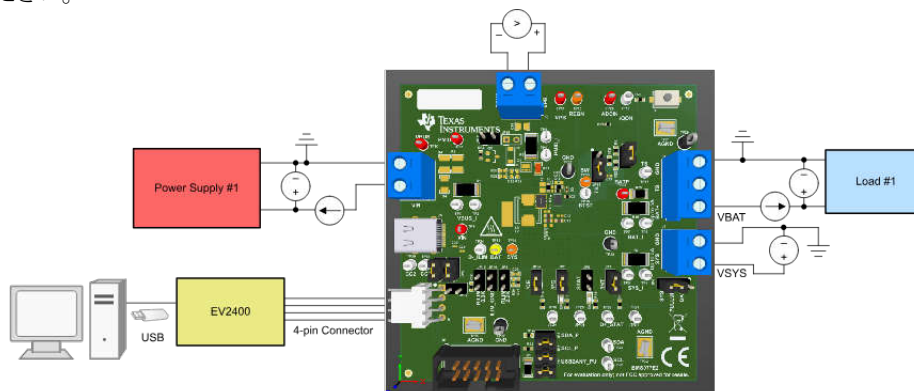

図 2-1. BQ25630 EVM のテスト設定
5. 負荷 #1 をオンにして定電圧モードに設定し、2.5V に出力します。負荷をディセーブルします。電流測定能力を持つソースメータを使用していない場合は、図 2-1 に示すように、電流メータ (マルチメータ)、接地側、負荷を J4 (BAT および PGND) に直列に接続します。
6. 図 2-1 に示すように、TP13 (BAT) と TP27 (PGND) の間、または J4-3 と J4-1 の間に電圧計を接続します。
7. 図 2-1 に示すように、TP14 (SYS) と TP27 (PGND) の間、または J2-1 と J2-2 の間に電圧計を接続します。
8. 図 2-1 に示すように、TP12 (PMID) と TP29 (PGND) の間、または J3-1 と J3-2 の間に電圧計を接続します。
9. EV2400 USB インターフェイスボードを USB ケーブルでコンピュータに接続し、図 2-1 のように I2C ポートと J5 の間を 4 ピンケーブルで接続します。
10. 表 2-2 に示すように、シャントを取り付けます。図 2-1 のシャントは、表に従って取り付けられているとは限らないことに注意してください。